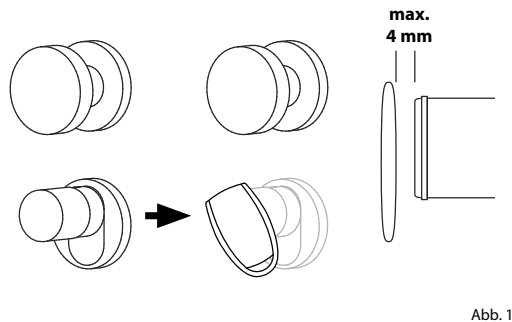

Abb. 1
- 1 Halten Sie den ENTRY 7710 RFID Transponder mit einem maximalen Abstand von 4 mm vor den Außenknopf Ihres Zylinders (Abb. 1).